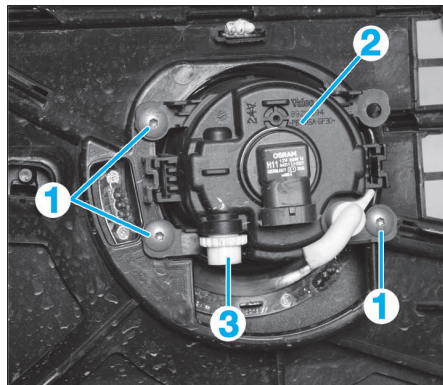

FIG. 6
- les vis de fixation (1) (Fig.6),
- le feu antibrouillard (2).